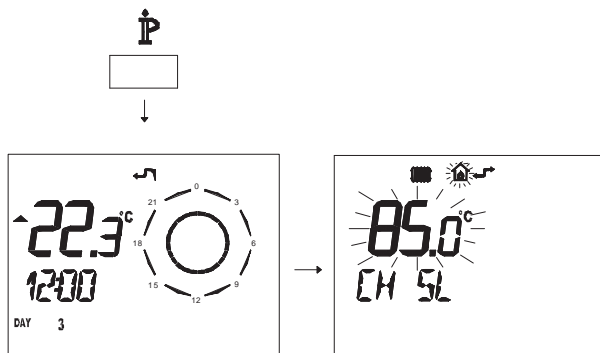

Рисунок 5.47
- Нажмите и удерживайте 3 секунды кнопку **IP**, чтобы войти в режим **INFO** (Рисунок 5.47).